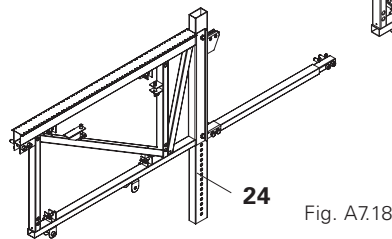

Fig. A7.18
Changez le Treillis de Poutre ST (24) de la position de transport à la position d'assemblage et fixez-le avec des boulons et écrous hexagonaux M 24, SW 36 (24.1). (Fig. A7.18)